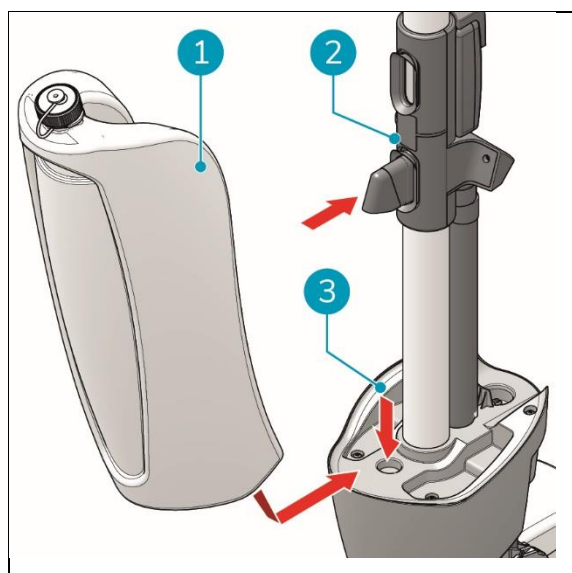

Figura 12
1. Colocar o fundo do depósito de recuperação (Figura 12, pos. 1) na parte da frente da i-mop® XL Pro (Figura 12, pos. 3).
2. Empurre a parte superior do reservatório para o seu lugar até ouvir um "clique", o ímã (Figura 12, pos. 2) bloqueará o depósito de recuperação no lugar.